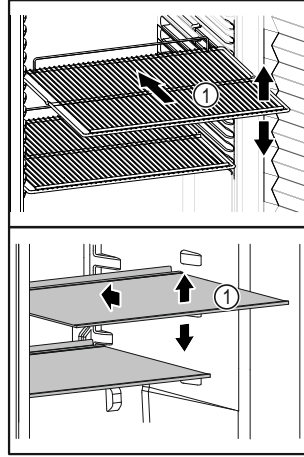

Fig. 59 Ενδεικτική απεικόνιση
- Εάν τα ράφια Fig. 59 (1) είναι ρυθμιζόμενα, προσαρμόστε τα ανάλογα με το ύψος.